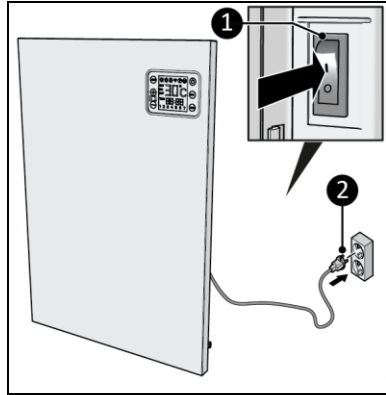

Abbildung 13
2. Stellen Sie sicher, dass sich der EIN/AUS-Schalter in der AUS-Position befindet (Abbildung 13, Pos. 1).
3. Stecken Sie den Netzstecker (Abbildung 13, Pos. 2) in eine leicht zugängliche geerdete Steckdose. Verwenden Sie eine geerdete Steckdose mit einer Mindestleistung von 1200 Watt.